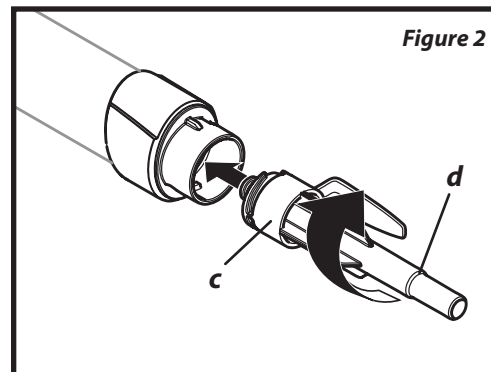

Figure 2
2. Attach the fill adapter (c) to the paint tube. Once the threads engage, it will be secured after approximately 1/4 turn (figure 2).
3. Dip the end of the fill adapter into the material you plan to roll. It is unnecessary to dip the fill adapter any further than the fill line (d) as shown (figure 2).
2. Fixez l'adaptateur de remplissage (c) au tube de peinture. Une fois que le filetage commence, il sera solide après environ 1/4 de tour (figure 2).
3. Tremper le bout de l'adaptateur de remplissage dans le produit à peindre. Il n'est pas nécessaire de tremper l'adaptateur de remplissage plus loin que la ligne de remplissage (d) tel qu'illustré (figure 2).